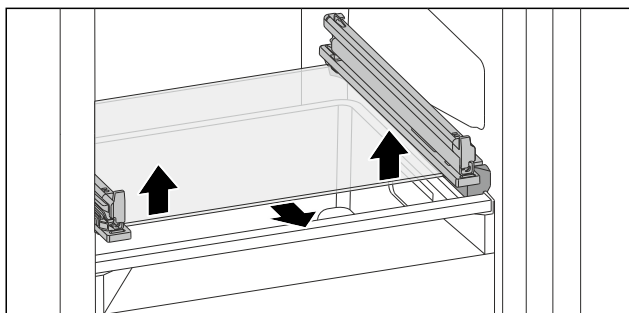

Fig. 133 Ripiano in vetro del cassetto ribaltabile
- ▶ Premere il ripiano in vetro dal basso verso l'alto su entrambi i lati. (vedere Fig. 133)